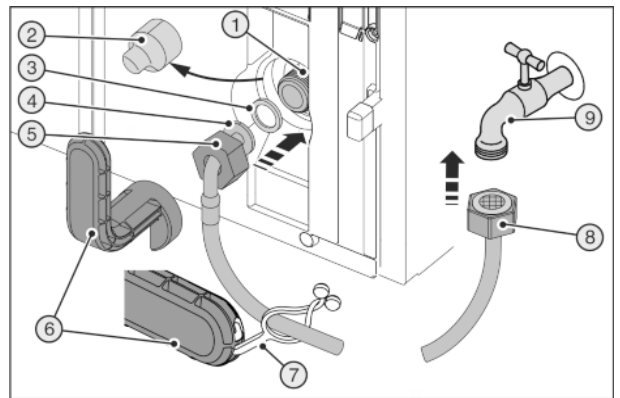
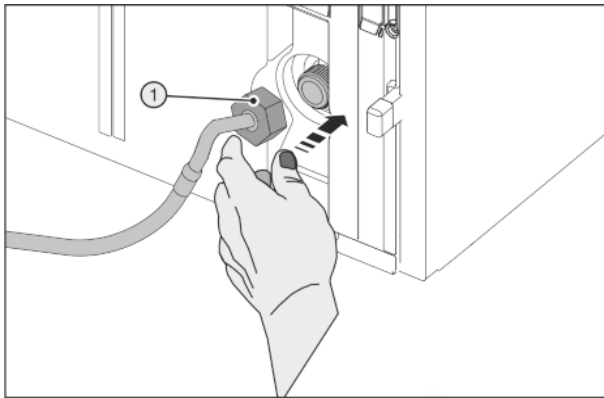

Fig. 28
Fig. 29
Zerbrochenes Hilfswerkzeug Fig. 28 (6)!
- ▶ Hilfswerkzeug Fig. 28 (6) ausschließlich bei Raumtemperatur verwenden.
- ▶ Abdeckung Fig. 28 (2) abziehen.
- ▶ Erleichterte Montage: Gerades Schlauchende Fig. 28 (8) nach links auf den Boden auslegen.
- ▶ Mutter Fig. 28 (5) über abgewinkeltes Schlauchende Fig. 28 (4) bis zum Ende schieben und festhalten.
- ▶ Dichtung Fig. 28 (3) befeuchten und in Mutter Fig. 28 (5) andrücken.
- ▶ Dichtung Fig. 28 (3) liegt flach an und wird leicht gehalten.
- ▶ Mutter Fig. 29 (1) vorsichtig ansetzen und mit zwei Fingern gerade auf Gewinde schrauben, bis ein sicherer Sitz erreicht ist.
- ▶ Mutter Fig. 29 (1) mit Hilfswerkzeug Fig. 28 (6) im Uhrzeigersinn festziehen bis maximales Drehmoment erreicht ist und Hilfswerkzeug Fig. 28 (6) überdreht.
- ▶ Mutter Fig. 28 (8) auf Absperrhahn Fig. 28 (9) schrauben.
- ▶ Mutter Fig. 28 (8) mit Hilfswerkzeug Fig. 28 (6) im Uhrzeigersinn festziehen bis maximales Drehmoment erreicht ist und Hilfswerkzeug Fig. 28 (6) überdreht.
- ▶ Absperrhahn Fig. 28 (9) der Wasserzuführung öffnen und gesamtes Wassersystem auf Dichtigkeit prüfen.
- ▶ Lasche Fig. 28 (7) in Hilfswerkzeug Fig. 28 (6) einhaken und zur Aufbewahrung am Edelstahlschlauch befestigen.